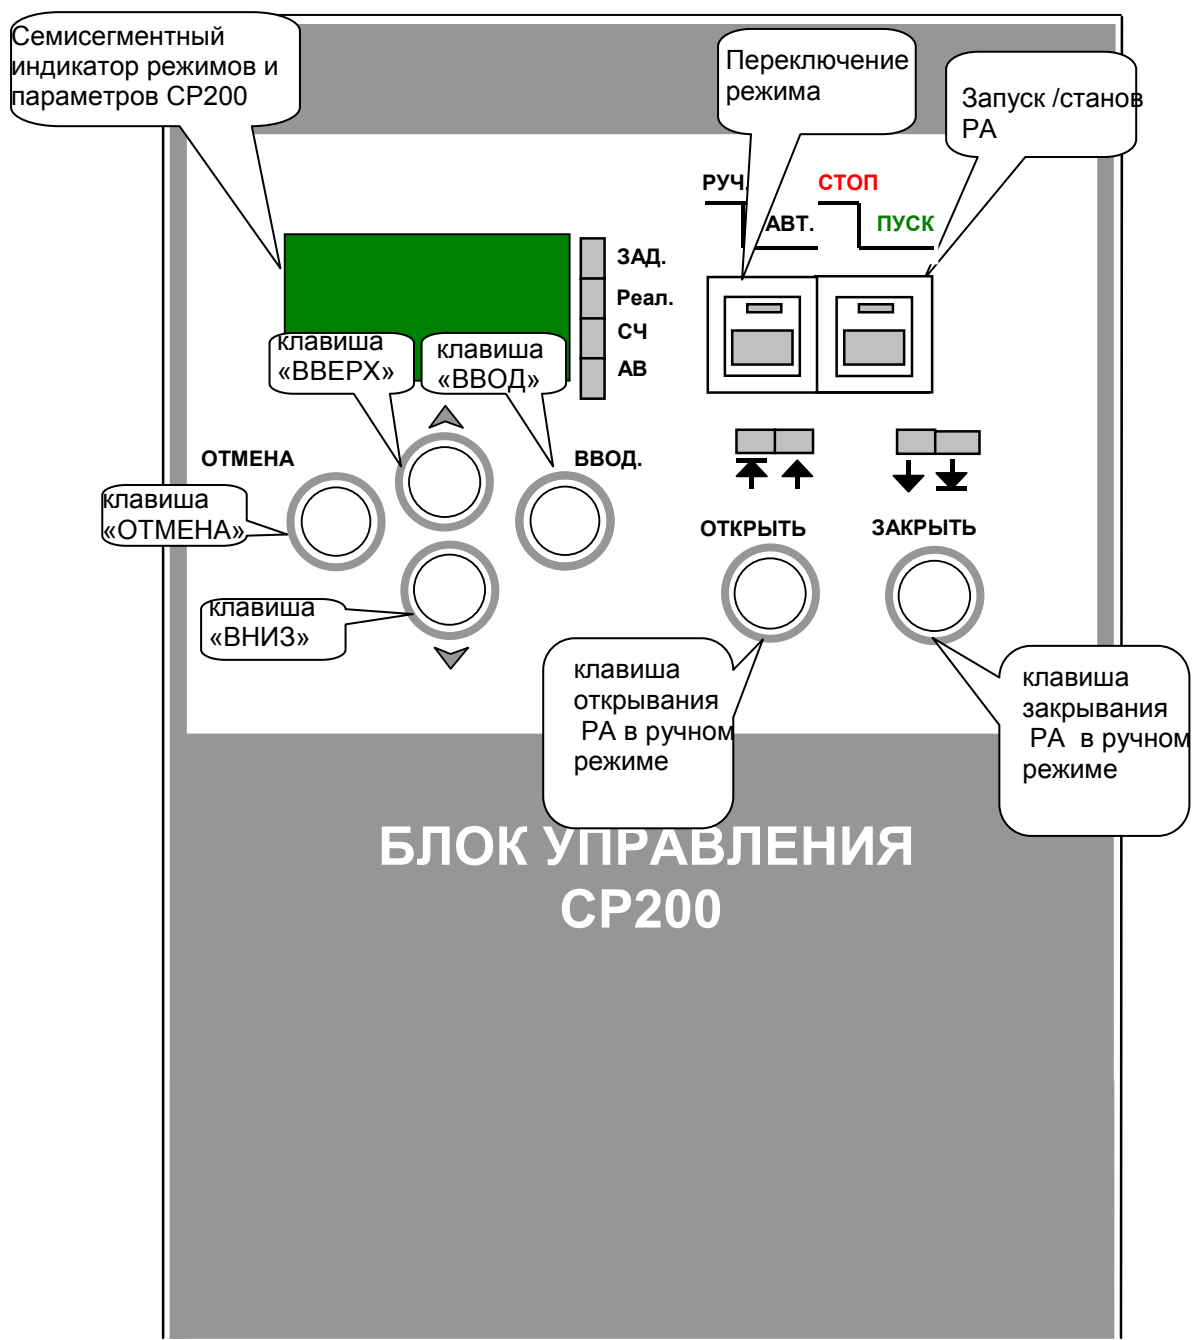

Рисунок 2-6. Пульт управления CP200.
- пульт управления СР200 рисунок 2-6.